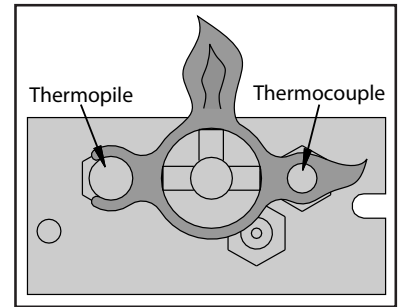

Figure 5: La flamme pilote
3. Vérifiez que la flamme entoure complètement l'assemblage thermocouple (voir la Figure 5).